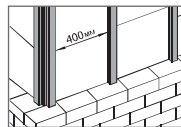

Рис. 1: Подготовка стен и установка обрешетки
1. Монтаж сайдинга FINEBER и доборных элементов к нему осуществляется на вертикальную обрешетку с шагом не более 400 мм (Рис. 1). Обрешетка выполняется из металлических оцинкованных профилей 60x27 мм толщиной не менее 0,5 мм. Допускается использование ровных деревянных брусков камерной сушки влажностью не более 12%, обработанных противопожарными и антисептическими пропитками. **Не допускается монтаж сайдинга напрямую на поверхность стены.**